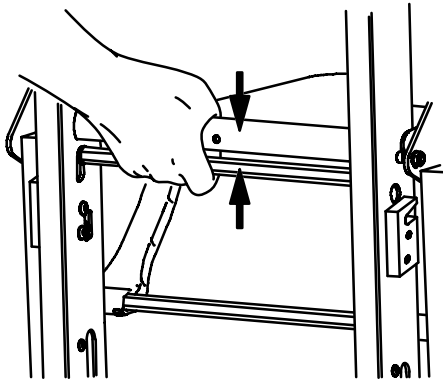

Rysunek 6 – Uchwyty do podnoszenia po stronie stóp pacjenta
2. Operator po stronie stóp pacjenta: Naciśnij czerwone przyciski zwalniające w celu wysunięcia uchwytów do podnoszenia po stronie stóp pacjenta i wyciągnij uchwyt aż do zablokowania (Rysunek 6). Puść przyciski, aby zablokować uchwyty na miejscu.